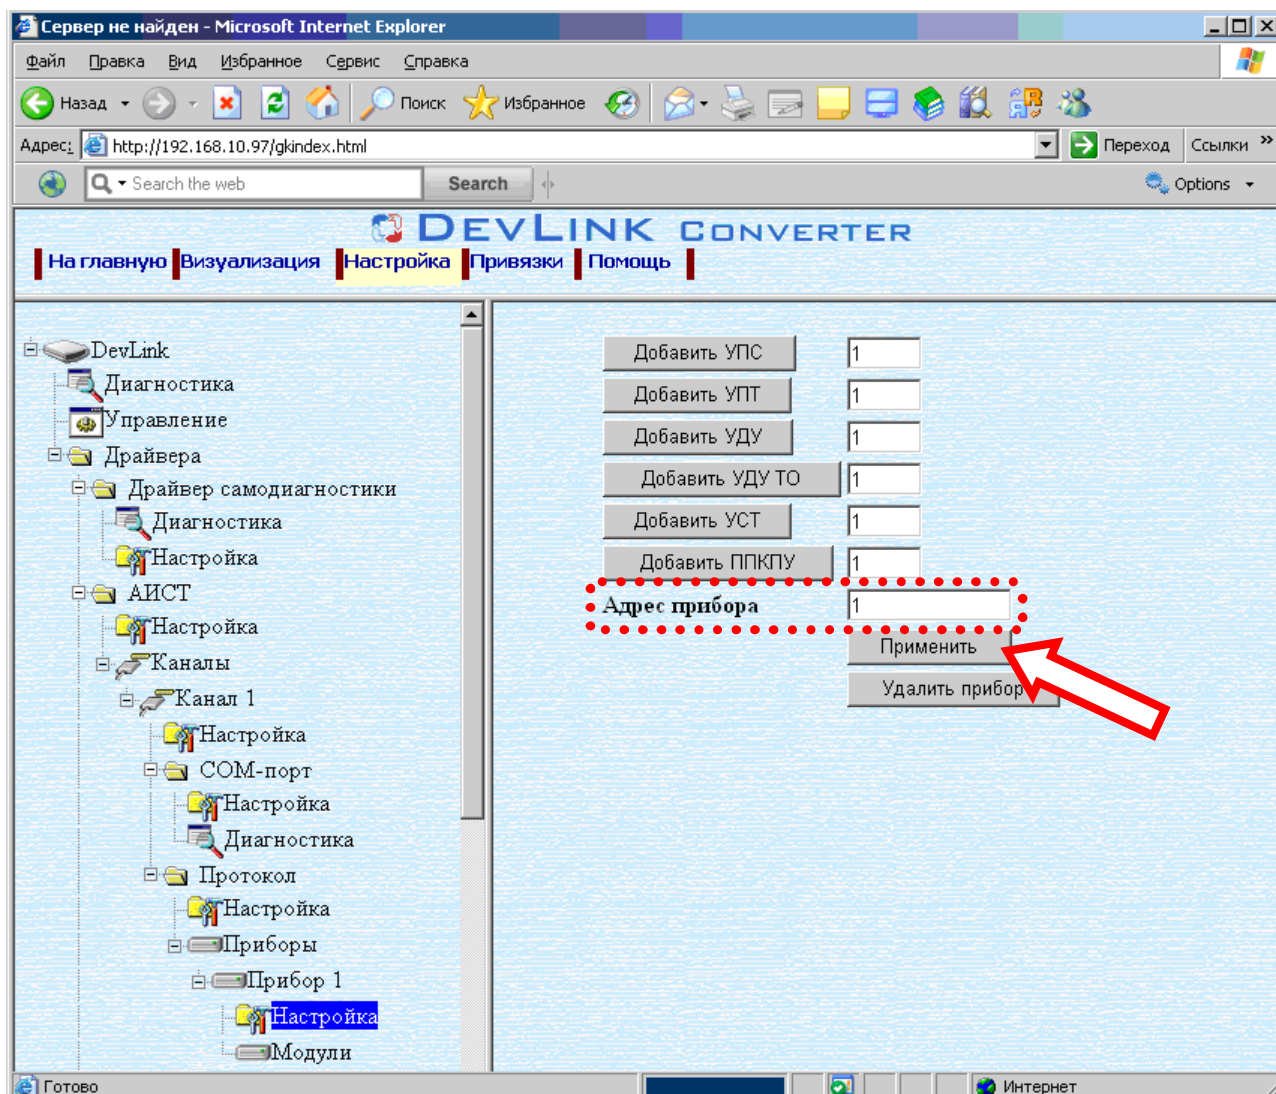

Рисунок 3.10 – Настройка прибора
- Выберите в дереве объектов папку «*Настройка*» прибора нужного канала драйвера (рисунок 3.10).
- Задайте необходимый *Адрес прибора* и нажмите кнопку «*Применить*» (рисунок 3.10).